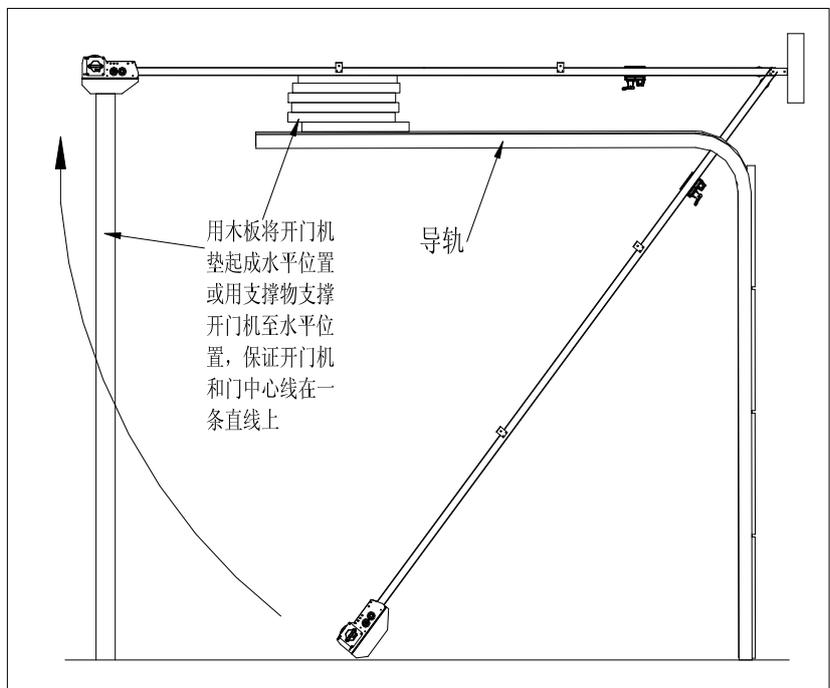

图 10
4. 将开门机前端提升到水平导轨上方的水平位置并临时用绳子、链子吊住或从地面撑住，将开门机前端支架与墙上的膨胀螺栓连接牢固，如图 9。抬起开门机后端使其处于水平（可将门慢慢打开，注意不要碰到临时支撑或吊绳，用门板作为支撑底面，在门板上面木板等支撑物直至开门机处于水平位置，或者用梯子等支撑物支撑住开门机后端使其保持水平。要保证开门机与门中心线在一条直线上。如图 10）。